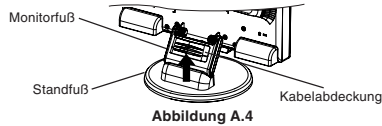

Abbildung A.4
- Entfernen Sie die Kabelabdeckung (**Abbildung A.4**).